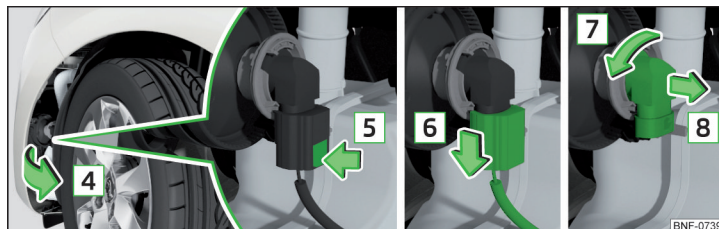

Fig. 177 Substituir a lâmpada incandescente
- Rebater o revestimento das cavas das rodas no sentido da seta [4] » Fig. 177.